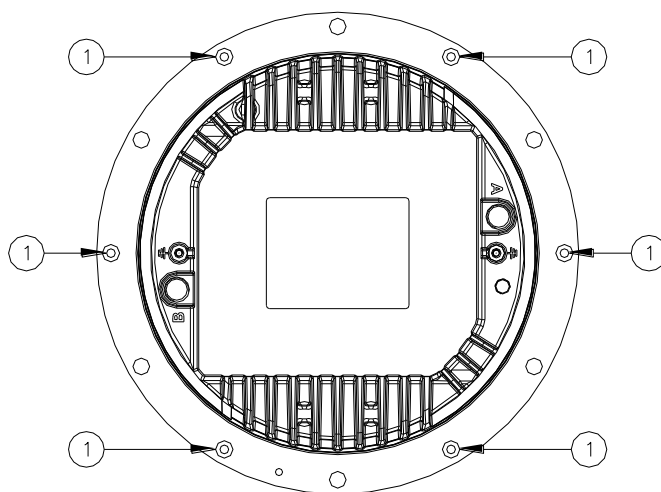

Figura 16 – Viti di fissaggio del coperchio inferiore
- Separare il coperchio inferiore dalla calotta svitando le sei viti di bloccaggio TSP TORX M5x10 (Figura 16- n°1).
- sei viti di bloccaggio TSP TORX M5x10 (Figura 16 - n°1);
Verificare il corretto posizionamento delle guarnizioni O-Ring tra calotta e coperchio inferiore (Figura 18– n°2 e 3); montare il coperchio inferiore nella calotta e chiuderla con le sei viti TSP TORX M5x10 (Figura 16- n°1). Uno strato di adesivo anaerobico frenafilletti medio (per esempio LOXEAL 24-18) può essere applicato alle viti prima dell'installazione; coppia di serraggio 2,5 Nm.